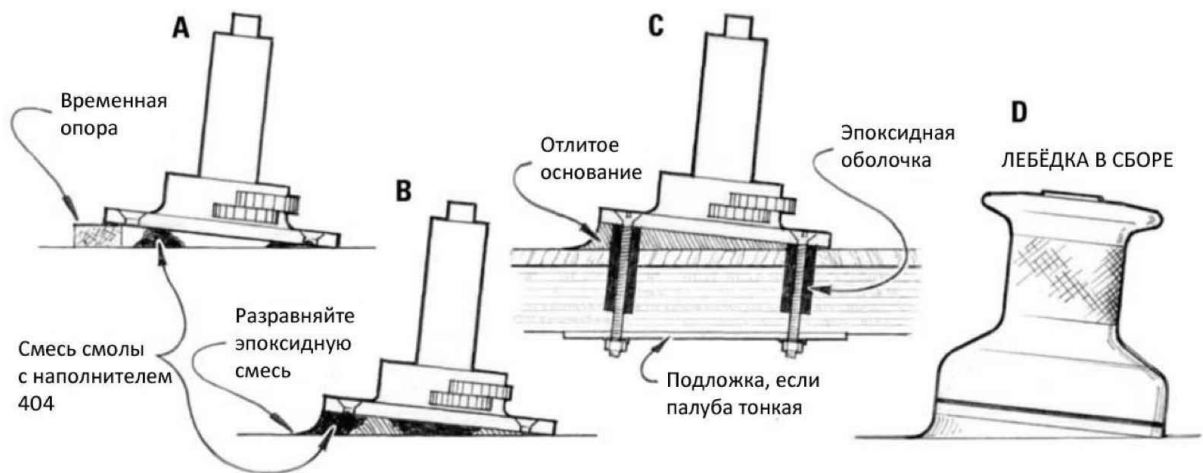

Рисунок 6-3 Отливка основания – отличный метод установки оборудования, когда оно устанавливается под углом к поверхности.
4. Отлейте опоры из эпоксидной смолы под оборудованием (*Рисунок 6-3А*). Подготовьте смесь смолы с наполнителем высокой плотности 404 (консистенция «ореховое масло»). С помощью палочки для смешивания поместите три порции смеси в очерченном периметре, на равном расстоянии друг от друга.. Используйте достаточное количество материала, и накладывайте его достаточно высоко, чтобы опоры соприкасались с основанием оборудования, когда вы подставите временную опору. Когда опоры застынут, они заменят собой временные. Установите оборудование на месте, подперев его опорами под нужным углом. Дно оборудования должно соприкоснуться со всеми тремя опорами из эпоксидной смолы. Подождите, пока опоры полностью застынут.
8. Снова установите оборудование в нужном положении. Медленно прижимайте его, пока основание не упрётся в опоры, отлитые ранее. Излишки смолы должны выдавиться из стыка между основанием оборудования и палубой наружу. Им можно придать желаемую форму (Рисунок 6-3В). Стандартные галтели прекрасно работают в такой ситуации (Раздел 8.4.3). Добавьте дополнительно некоторое количество смеси, если нужно, для формовки или заполнения каких-то щелей. Удалите все излишки до того, как смола застынет. Подождите, пока смола полностью застынет.
11. Приклейте оборудование к отлитому основанию, используя процедуру, описанную в разделе 6.2 (Рисунок 6-3С). Просверлите отверстия увеличенного размера и стандартные посадочные отверстия для шурупов сквозь отливку. Дайте смоле полностью застыть перед приложением нагрузки к оборудованию. Нанесите три слоя смолы на основание перед тем как заканчивать работу.